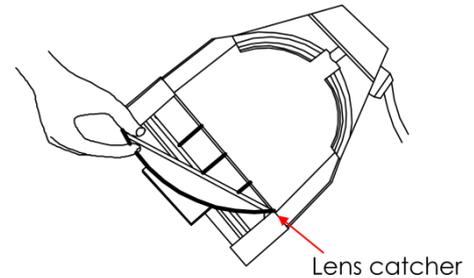

Abb. 10
- 05) Lassen Sie die Linse bis zum Linsenstopper nach vorne rutschen (Abb. 10).